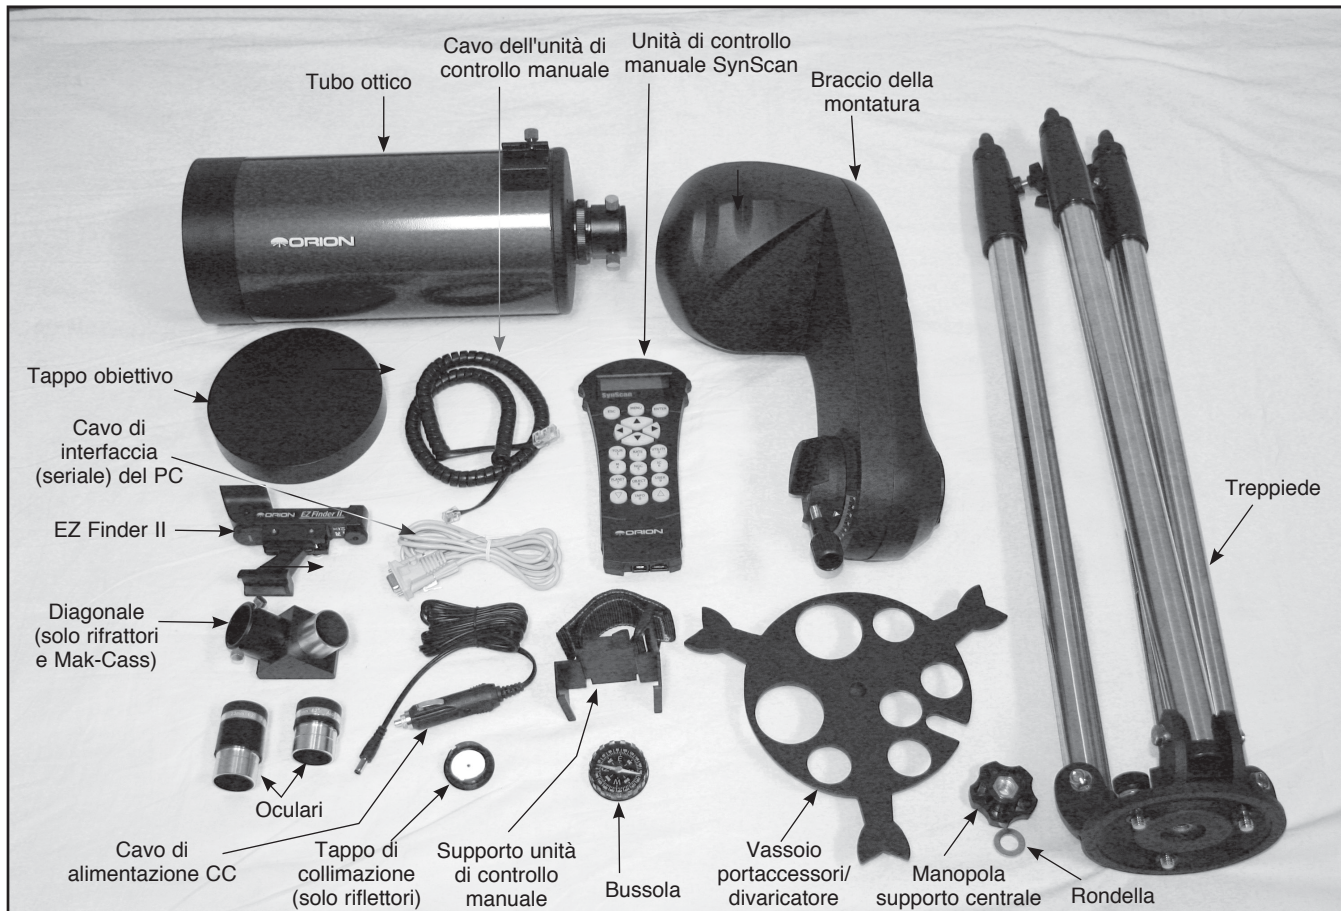

Figura 2. Componenti inclusi del telescopio StarSeeker IV GoTo. (in figura Mak-Cass StarSeeker IV 127 mm)
Aprire la scatola di spedizione e, facendo riferimento all'elenco dei componenti di cui sopra e alla **Figura 2**, controllare la presenza di tutti i componenti. Rimuovere tutti gli accessori dalle confezioni e borse individuali. Ricordarsi di conservare tutto l'imballaggio originale nel caso in cui il telescopio debba essere restituito a Orion per eventuali riparazioni in garanzia o se si desidera restituire il telescopio secondo la politica di restituzione di 30 giorni. Nell'ultimo caso in particolare è necessaria la confezione originale. In caso di componenti mancanti, contattare il servizio clienti di Orion al numero (800) 676-1343 o all'indirizzo e-mail support@telescope.com.